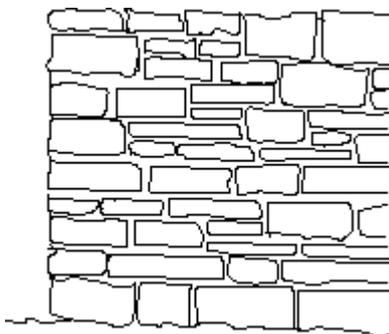

**Bild 17: Hammerrechtes Schichtenmauerwerk**
- g) an den Ecken die größten Steine(gegebenenfalls in Höhe von zwei Schichten) nach Bild 17 und Bild 18 eingebaut werden.
### **Hammerrechtes Schichtenmauerwerk Bild 17**